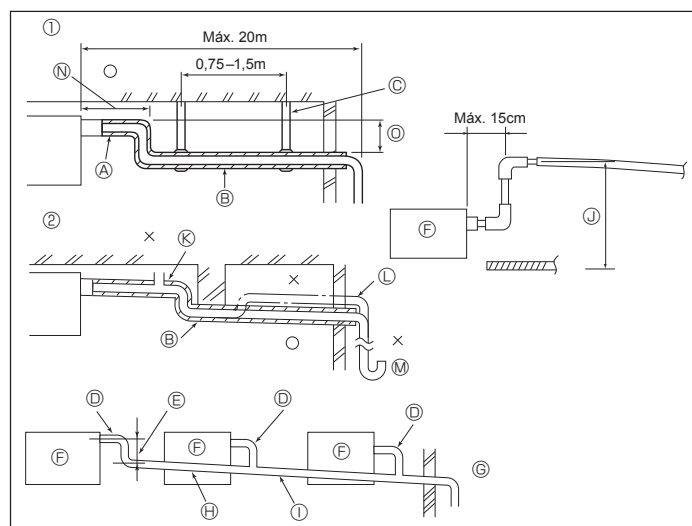

Fig. 3-4
3.3. Trabalho de tubagem de drenagem (Fig. 3-4)
- ① Tubagem correcta Ⓚ Respiradouro
- ② Tubagem errada Ⓛ Levantado